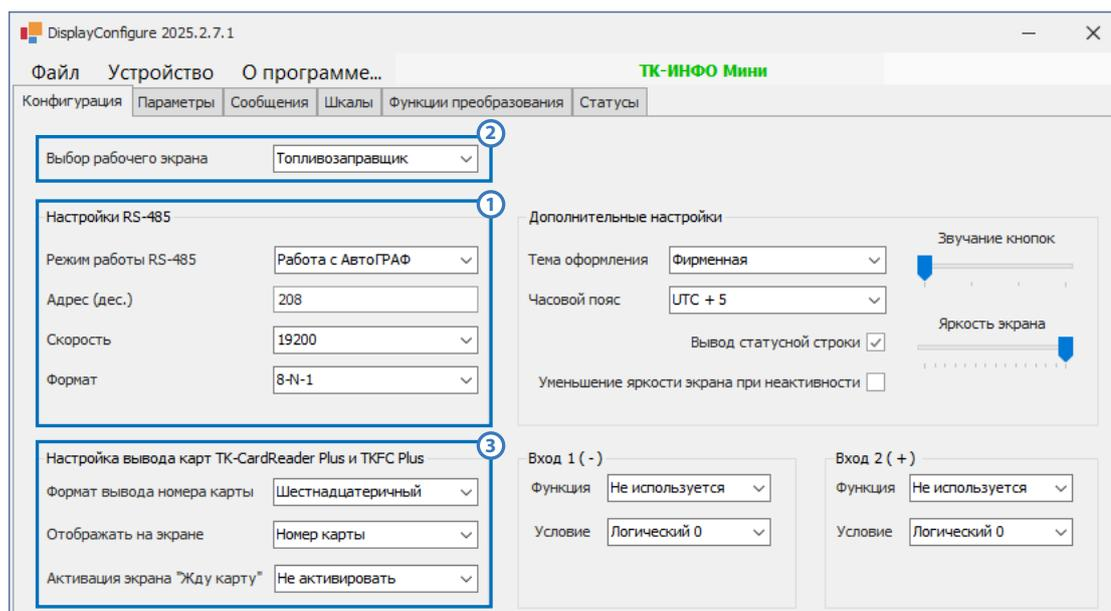

Рис.16. Настройка работы с ТКFC Plus или ТК-CardReader Plus
2. В разделе «Настройки RS-485» (**Рис.16, п.1**):
3. Чтобы на экране устройства выводилась информация, полученная от ТКFC Plus или ТК-CardReader Plus, в поле «Выбор рабочего экрана» выбрать режим «Топливозаправщик» или «Считыватель карт» соответственно (**Рис.16, п.2**).
4. В разделе «Настройка вывода карт ТК-CardReader Plus и ТКFC Plus» (**Рис.16, п.3**):